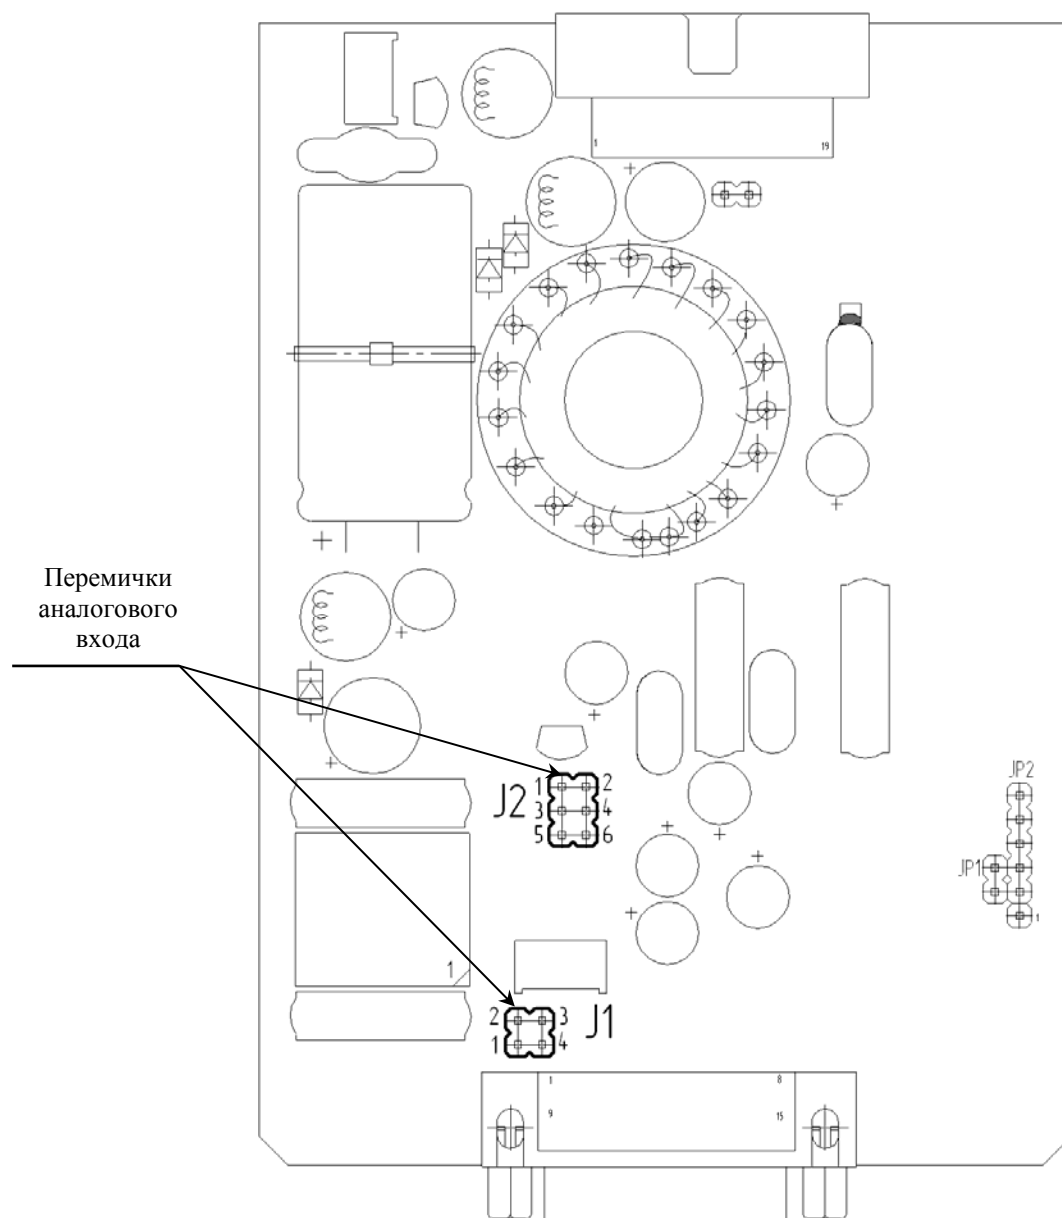

Рисунок 10.1 – Положение перемычек на плате процессора
3. Изменить положения перемычек на плате процессора, установленном внутри прибора, соответствующие данному типу входного сигнала. См. раздел 11.1, табл.11.1, 10.1, рис.10.1.